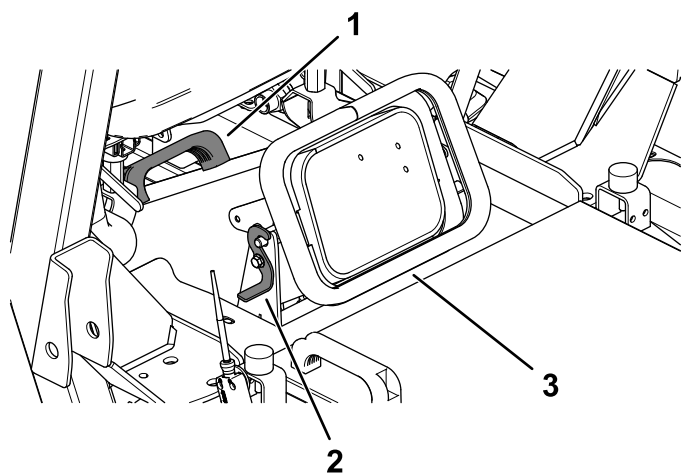

Рисунок 27
6. Освободите защелку разгружающего спуска (Рисунок 27).
7. Взявшись за ручку на спуске, снимите разгружающий спуск и очистите его и отверстие в деке газонокосилки (Рисунок 27).
8. Установите разгружающий спуск и зафиксируйте его защелками (Рисунок 27).